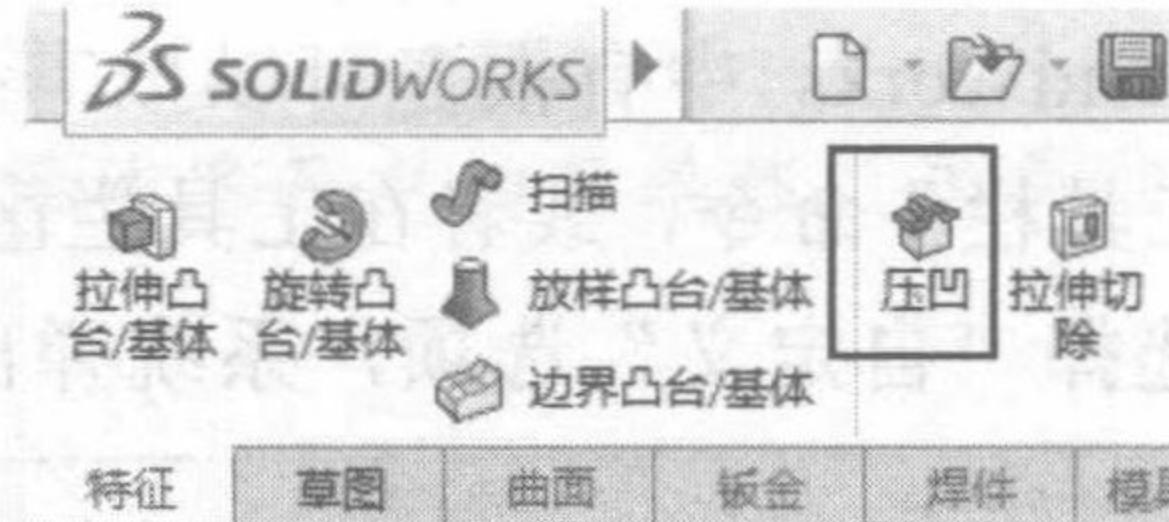

图 1-17 “压凹”命令的添加
**02** 选中“压凹”按钮后，按住鼠标左键拖动至 SolidWorks 中的“工具栏”中，放开鼠标左键，即完成“压凹”命令的添加，如图 1-17 所示。